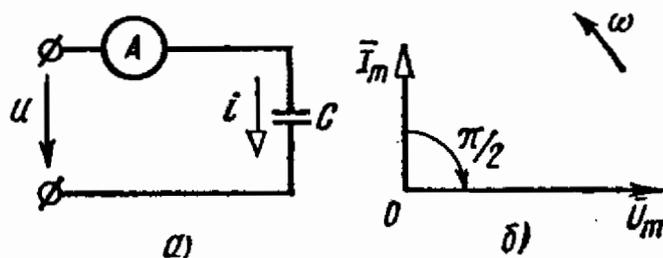

Рис. 3.12
3.12. В сеть с синусоидальным напряжением $U = 220$ В и частотой $f = 50$ Гц (рис. 3.12, а) включен конденсатор емкостью $C = 79,5$ мкФ.
Отв. $I = 5,5$ А, $i = 5,5\sqrt{2} \sin(\omega t + \pi/2)$ А, $u = 220\sqrt{2} \sin \omega t$ В. Векторная диаграмма приведена на рис. 3.12, б: